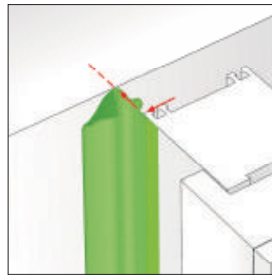

Рис.1
- Приклеювання у форматі «Е» (Рис. 1): видалити захисну знімну плівку з стрічки, що самоприклеюється з боку мембрани, що фіксується до віконної рами, залишивши деякий запас «провисання» мембрани в місці стику.